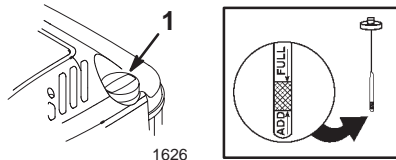

Figure 8
Avant chaque utilisation, vérifiez que le niveau d'huile arrive entre les repères maximum (**Full**) et minimum (**Add**) de la jauge (Fig. 8).
2. Nettoyez la surface autour de la jauge (Fig. 8).
6. Lisez le niveau d'huile indiqué par la jauge (Fig. 8).